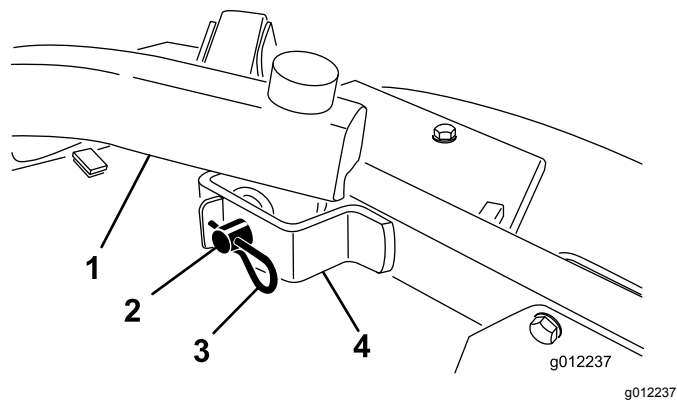

Figura 24
4. Retire os pernos de gancho e os passadores de forquilha que fixam os braços de elevação aos suportes do braço da roda giratória (**Figura 24**).